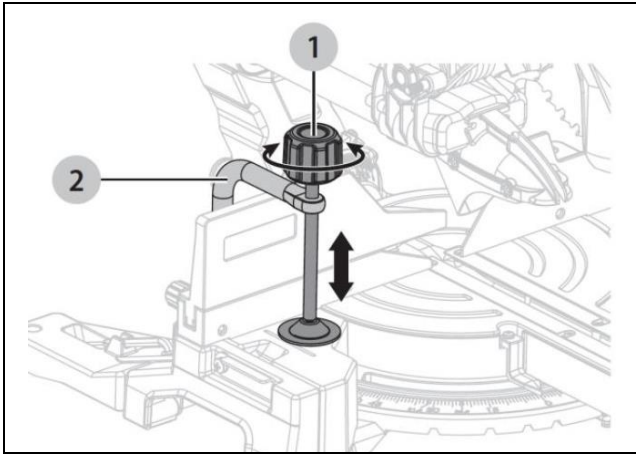

Рисунок 17
5.4 Использование узла прижима заготовки (Рис. 17)
- Поверните ручку (1) на прижиме заготовки (2), переместите прижим заготовки вверх или вниз в желаемое положение.